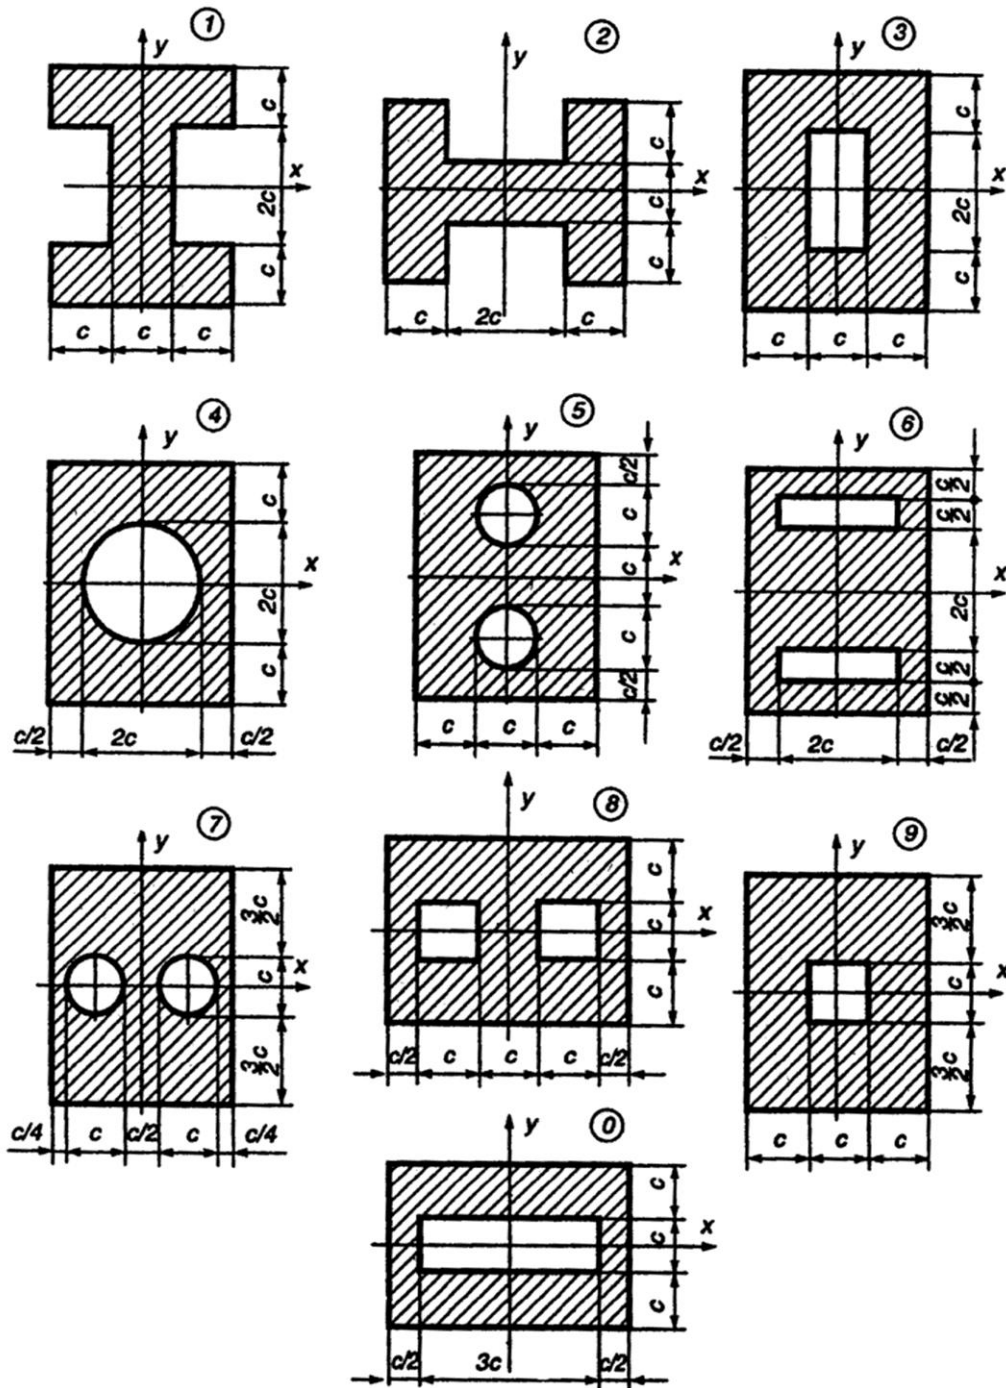

Рисунок 9.2 – Исходные схемы поперечных сечений к задаче 9
1) Вычертить в масштабе расчетную схему балки (рисунок 1.1) и ее поперечного сечения (рисунок 9.2).